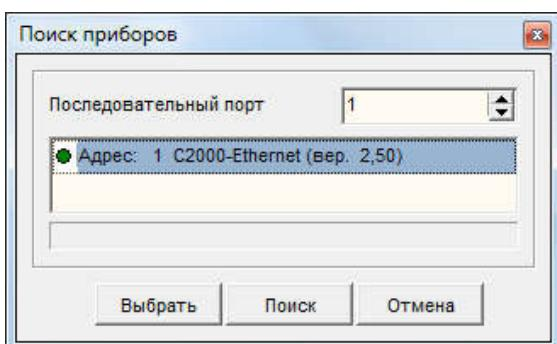

Рисунок 3. Поиск приборов.
- 3) Запустить программу Urog. Выполнить пункт меню «Прибор→Чтение конфигурации из прибора». Откроется окно поиска приборов (см. рисунок 3). В этом окне указать номер СОМ-порта, к которому подключен «C2000-Ethernet». Нажать кнопку «Поиск» и выполнить поиск приборов. Список найденных приборов выводится в окно программы.